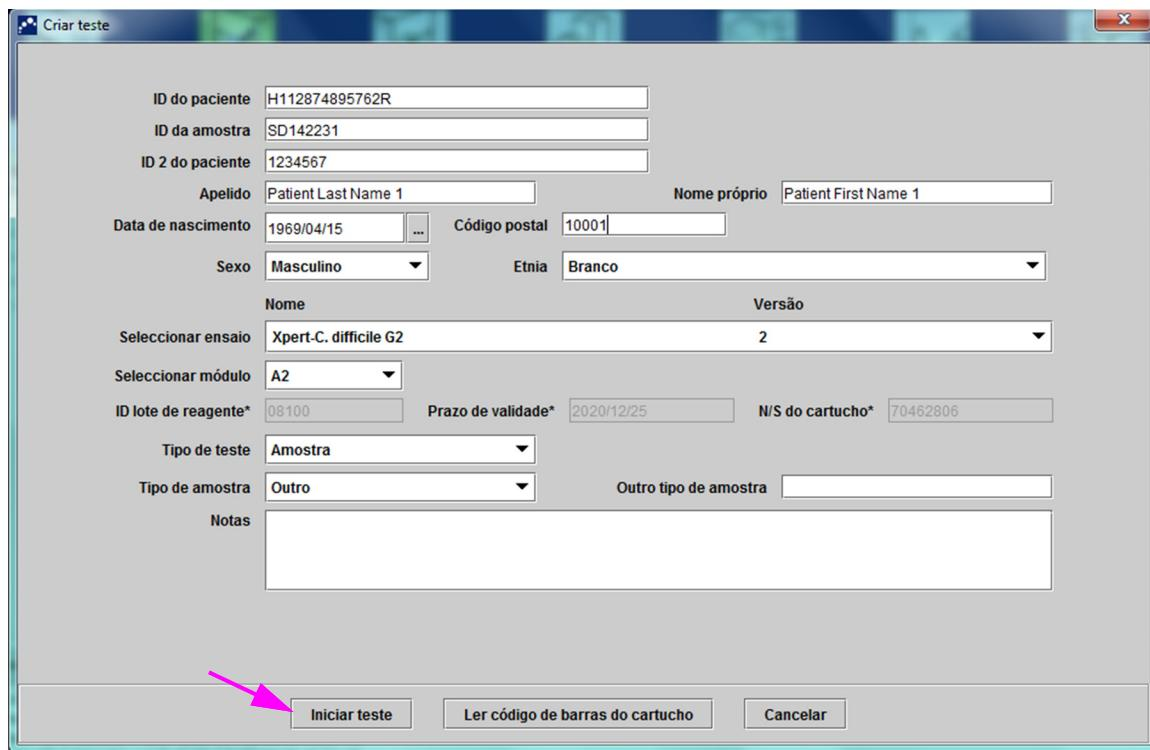

Figura 5-32. Caixa de diálogo Criar teste, pronta para iniciar o teste
1. Na caixa de diálogo Criar teste (consulte a figura 5-32), clique em **Iniciar teste**. O software pedir-lhe-á que introduza a sua palavra-passe (se for necessária uma palavra-passe para iniciar um teste).